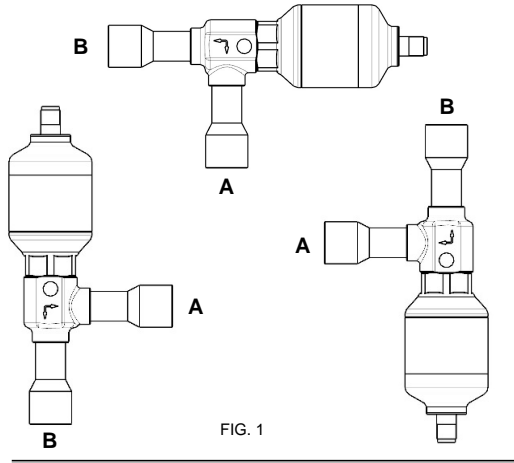

FIG. 1
- 3) The valve can be oriented in any position. (See Fig. 1).
- 3) Nello spazio, la valvola può essere montata con qualsiasi orientamento. (Vedi Fig.1).